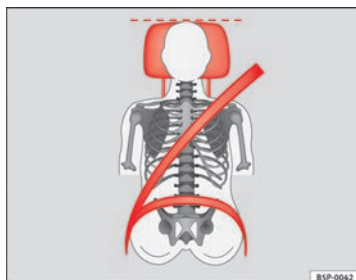
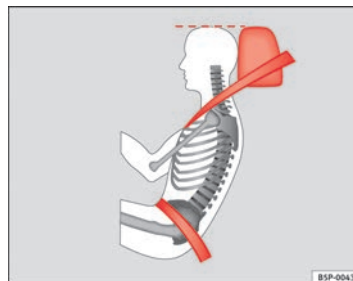

Fig. 92 Visto de frente:
Fig. 93 Visto de lado:
- Ajuste el apoyacabezas de modo que el borde superior del mismo quede a la misma altura que la parte superior de la cabeza, como mínimo a la altura de los ojos ⇒ fig. 92 y ⇒ fig. 93.